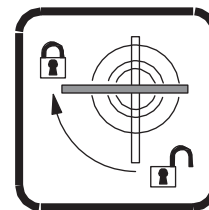

Рисунок 2. Поворотные крепления (на четверть оборота)
3. См. рисунок 2. Совместите каждый из двух кронштейнов-зажимов с двумя точками крепления в основании. Вставьте поворотные крепления в основание и поверните все рычаги на 90 ° по часовой стрелке до упора.